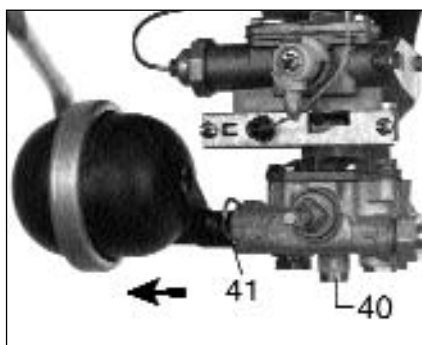

Fig.5
- Déboîtez le dispositif en tirant dans le sens de la flèche (fig.5).